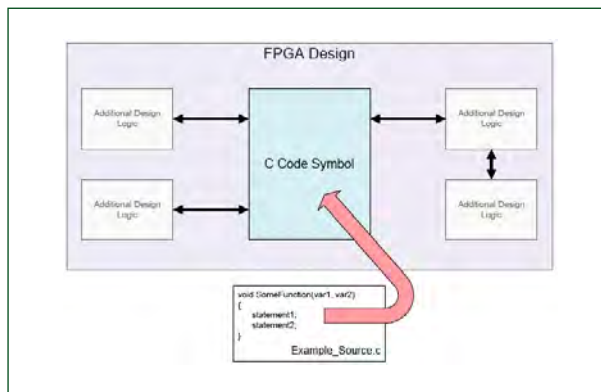

Figure 1. Une fonction C est associée au système par un symbole en code C et convertie en bloc FPGA.
1. Pour le développement de blocs fonctionnels, on utilise le compilateur pour traduire en matériel des fonctions en C individuelles. On y associe le code C à l'aide de symboles. Le résultat est un bloc FPGA que l'on peut relier à d'autres blocs du circuit, lesquels peuvent par exemple être constitués de composants VHDL, Verilog ou des IP préalablement synthétisés, en définissant les entrées et les sorties (**figure 1**).